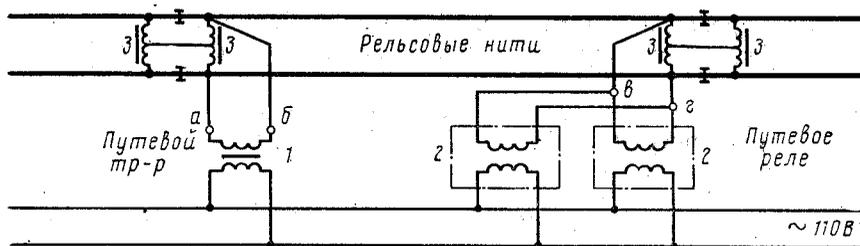

Рис. 6. Принципиальная схема рельсовой цепи
*Рельсовые цепи* — основа автоблокировки. Они автоматически осуществляют связь между показаниями светофора, состоянием пути и местонахождением подвижного состава. Проводниками электрического тока в них служат рельсовые нити железнодорожного пути. Весь путь делится на отдельные участки, электрически изолированные друг от друга при помощи изолирующих стыков. Каждый такой участок, оборудованный специальными устройствами и приборами (на одном конце к рельсам подключен источник тока — путевой трансформатор, а на другом — приемник тока — путевое реле), представляет собой рельсовую цепь и называется *изолированной секцией* (рис. 6). На метрополитене в рельсовую цепь включают одновременно два путевых реле, которые работают параллельно. Неисправность одного из них будет выявлена сразу же, так как для открытия светофора требуется, чтобы оба путевых реле сработали одновременно. Такая зависимость повышает безопасность движения поездов. Первичная обмотка путевого трансформатора и местные обмотки путевых (двухэлементных секторных) реле включены в сеть 110 В.
Ходовые рельсы — одновременно и проводники обратного тягового тока. По ним он возвращается на тяговые подстанции к минусовой шине. Поэтому у изолирующих стыков устанавливают путевые дроссели 3 (см. рис. 6) с малым сопротивлением постоянному тяговому току и большим переменному току автоблокировки, вследствие чего тяговый ток беспрепятственно проходит изолирующие стыки (в обход), а на пути тока автоблокировки появляется преграда.